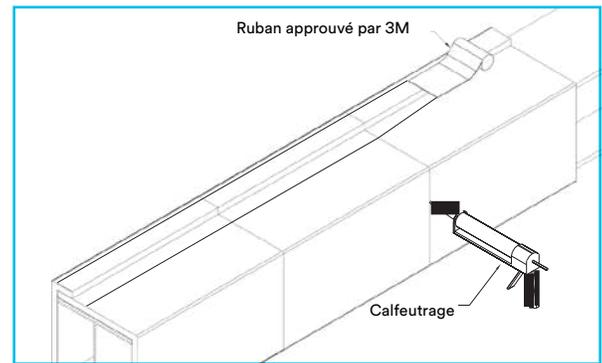

Figure 5
- 4** Répéter les étapes un à trois pour la prochaine section d'enveloppe. La section suivante de l'enveloppe endothermique doit être étroitement aboutée à la première section en éliminant tous les espaces si possible. S'il reste un espace de plus de 3 mm ($\frac{1}{8}$ po) dans le joint périmétrique entre les sections de l'enveloppe endothermique, l'espace doit être rempli sur toute la profondeur de l'enveloppe endothermique avec du Matériau d'étanchéité coupe-feu hydrofuge 3000 WT 3M^{MC} (Figure 5).